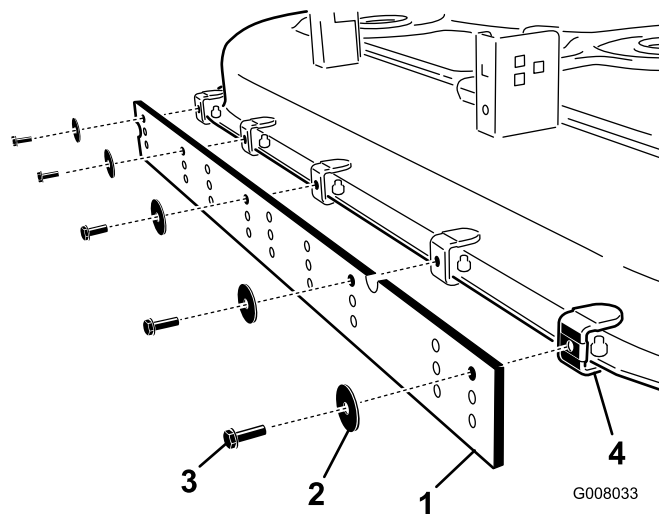

Figura 7
4. Instale la rasqueta en los soportes (Figura 7).